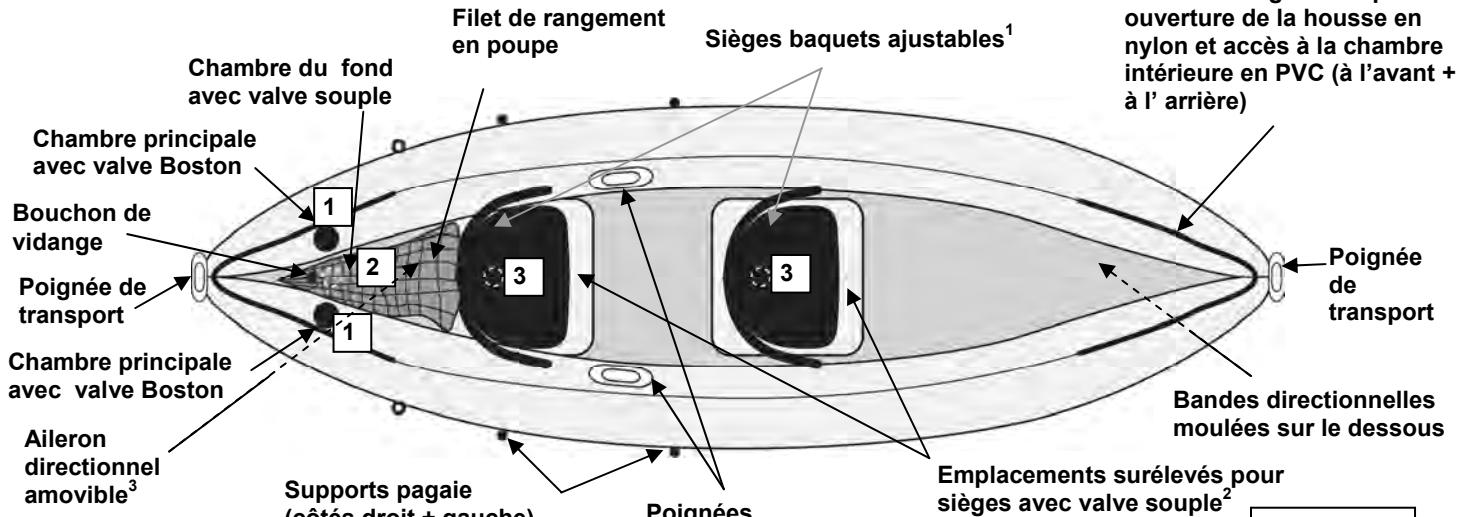

Figure 1
- a) Valve(s) Boston (figure ci-contre) : dévisser le capuchon de la valve (1), visser le corps de la valve (2) dans la base de la valve (3) ; veiller à ce que le capuchon reste accessible. Insérer l'extrémité du tuyau du gonfleur dans la valve et gonfler jusqu'à atteindre le niveau de pression recommandé (voir point 3). Après gonflage, fermer bien toutes les valves avec leur capuchon (dans le sens des aiguilles d'une montre). **N.B.** : une légère fuite d'air avant la fermeture des valves avec leur capuchon est normale, **seul le capuchon des valves assure l'ETANCHEITE**.
3. Gonfler le produit selon l'ordre de gonflage indiqué sur la plaque d'immatriculation imprimée sur le produit (voir également figure 1, la numérotation des valves).